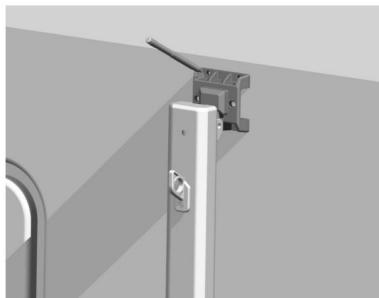
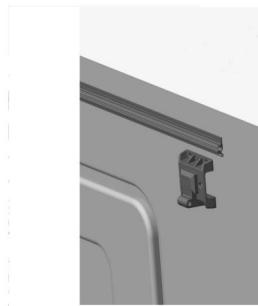

Figura C6
Figura C7
3.2 Prendere il braccio di supporto, contrassegnare la posizione del foro in un punto adatto sulla parte esterna del veicolo (Figura C6) e praticare un foro di installazione $\varnothing 5$ sulla carrozzeria del veicolo (Figura C7).